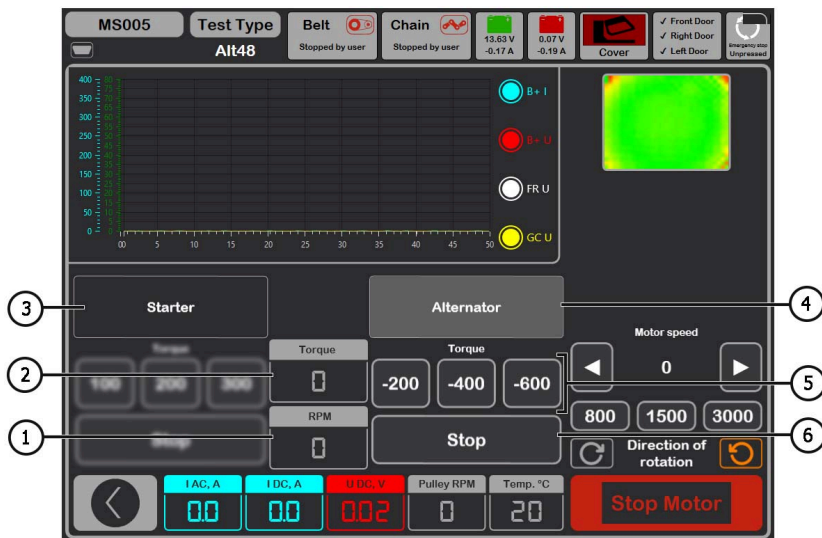

Рисунок 28. Меню режима проверки генератора 48В.
В режиме диагностики генераторов 48 В (рис. 28) на экране может отображаться следующая отличительная информация:
- 6.1. Последовательно увеличивайте или уменьшайте момент сопротивления (поз. 5 рис. 28). При этом значение тока «I DC, A» должно также пропорционально увеличиваться или уменьшаться.
- 6.2. Кнопкой «Stop» (поз. 6 рис. 28) остановите режим проверки.
- 7.2. Кнопкой «Stop» (поз. 6 рис. 28) остановите режим проверки.